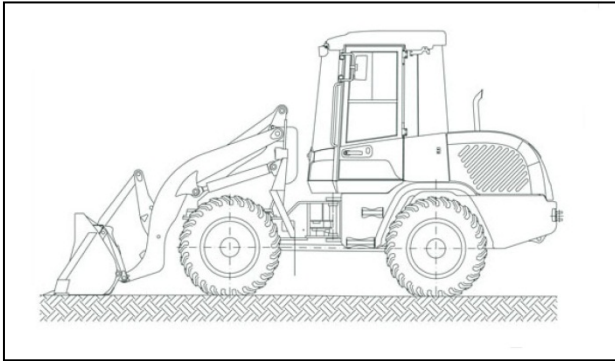

Figure 26 Position Parking
- Abaisser l'équipement de travail jusqu'au sol (voir Figure 26).